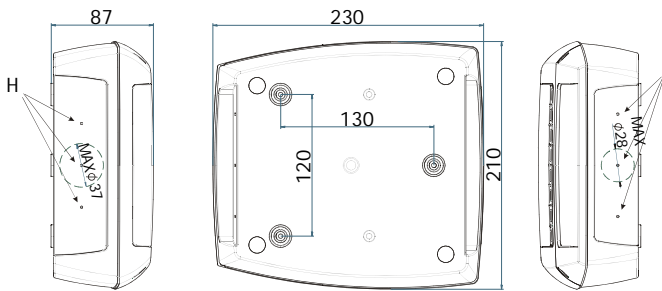

Рис. 3
3. Сделайте подходящие отверстия для кабелей или труб, используя разметку в нижней крышке контроллера Cool Mate, (Рис. 3, L, N). Затем сделайте 3 отверстия в стене, как показано на (Рис. 3, L, M, N), чтобы закрепить Cool Mate.
5. Вставьте дюбели, поставляемые в комплекте, в отверстия, сделанные в стене. Затем используйте уплотнительную прокладку и закрепите заднюю часть контроллера Cool Mate (Рис. 3, L, M, N) на стене с помощью 3 винтов.
5. Сделайте подходящие отверстия для кабелей или труб, используя разметку в нижней крышке контроллера Cool Mate, (Рис. 3, Н, I).